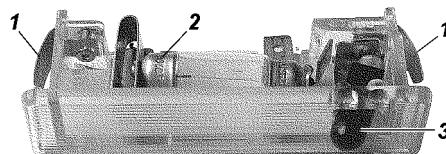

Рис. 9.50. Плафон подсветки монтажного блока реле и предохранителей:
**Плафон подсветки блока реле и предохранителей.** Для замены лампы извлеките плафон, сжав концы пружинных фиксаторов 1 (рис. 9.50).